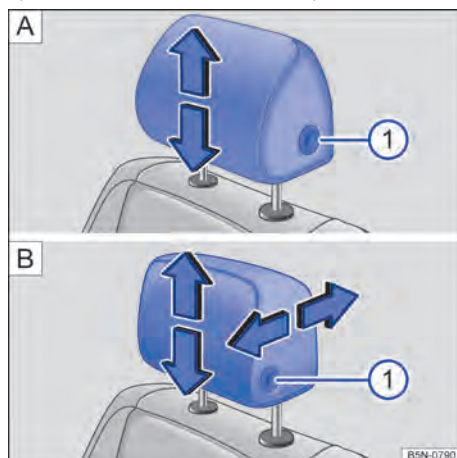
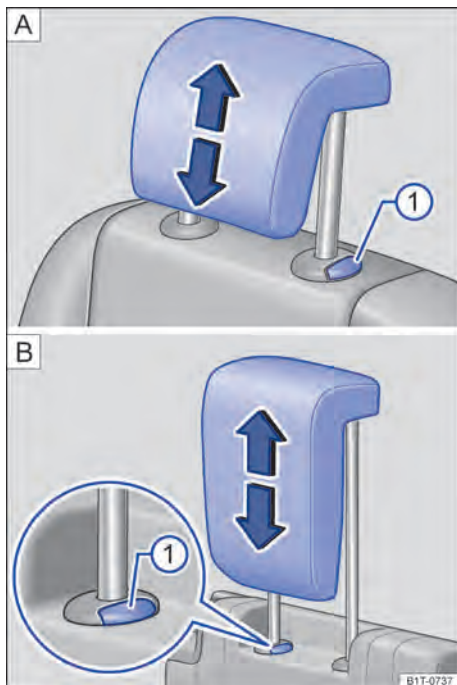

Fig. 98 Ajustar o apoio para cabeça dianteiro: **A** sem possibilidade de ajuste na direção longitudinal, **B** com possibilidade de ajuste na direção longitudinal.
Fig. 99 Ajustar o apoio para cabeça traseiro: **A** segunda fileira, **B** terceira fileira.
- Deslocar o apoio para cabeça no sentido da seta e, se for o caso, com o botão → Fig. 98 ① ou → Fig. 99 ① para cima ou para baixo.
- Empurrar o apoio para cabeça para frente na direção da seta ou para trás com o botão → Fig. 98 **B** ① pressionado.